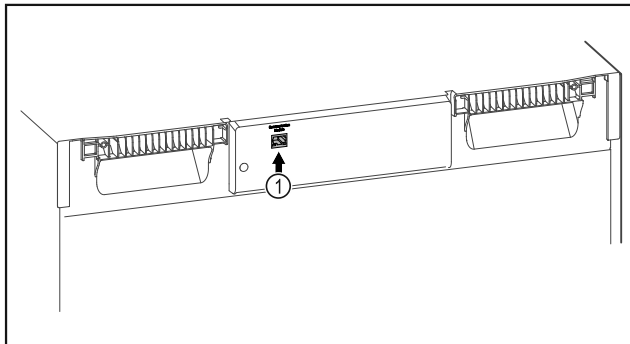

Fig. 73
- ❑ Vstavljen je SmartModule Fig. 73 (1).